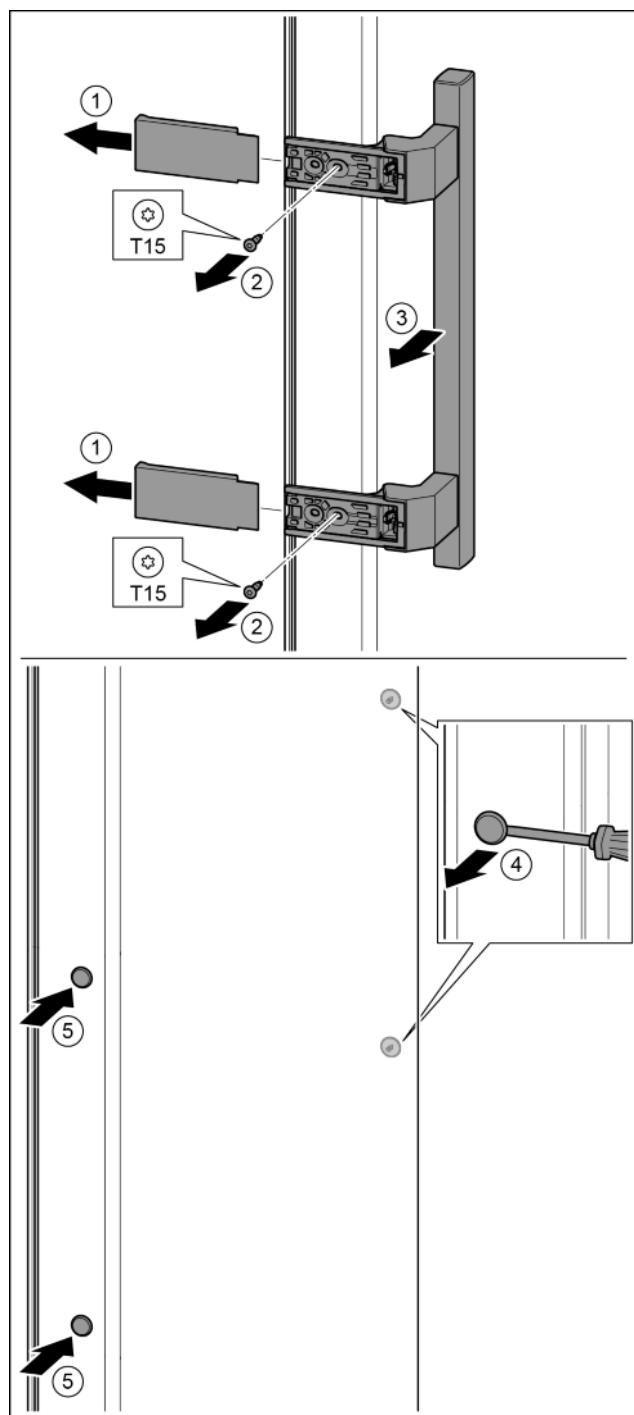

Fig. 19
- Снять крышку. Fig. 19 (1)
- Выкрутить винты отверткой T15. Fig. 19 (2)
- Снять ручку. Fig. 19 (3)
- Осторожно приподнять шлицевой отверткой боковые заглушки и вынуть их. Fig. 19 (4)
- Заглушки снова вставить с другой стороны. Fig. 19 (5)